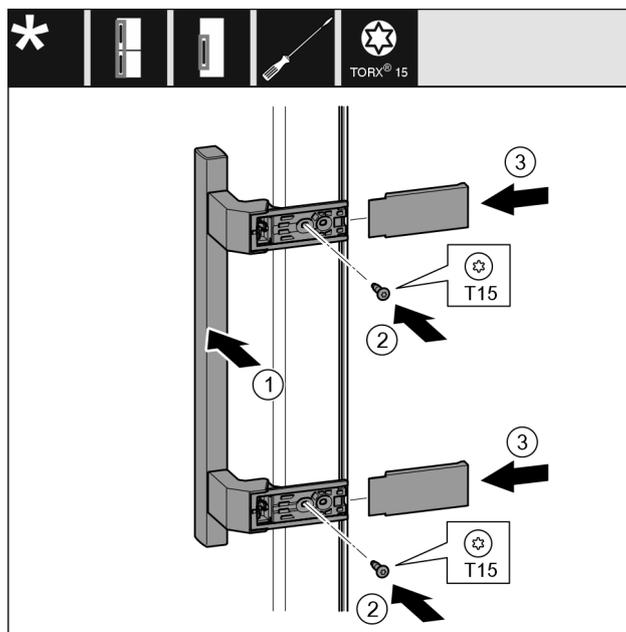

Fig. 25
- ▶ Установите ручку Fig. 25 (1) на противоположной стороне.
- ▶ Затяните винты Fig. 25 (2) отверткой.
- ▶ Установите крышки Fig. 25 (3) сбоку и надвиньте их.